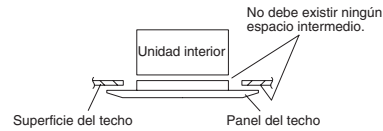

Fig. 7-7
- (8) Verifique que el panel quede bien sujeto al techo.
- En este momento, asegúrese de que no haya ningún espacio intermedio entre la unidad interior y el panel del techo, ni entre el panel del techo y la superficie del techo. (Fig. 7-7)